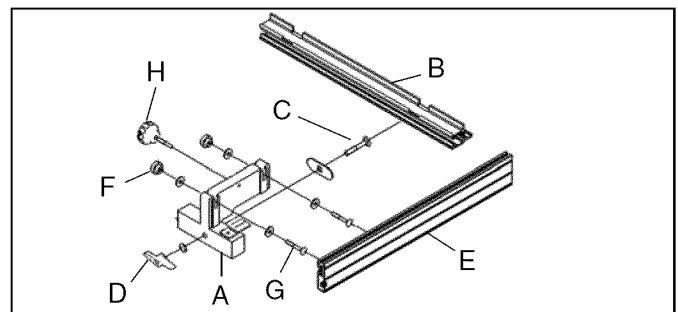

Figura 9 – Diagrama del Reborde para Aserrar a lo Largo
- Para ensamblar el reborde para aserrar a lo largo, instale el portador del reborde (A) en el riel de guía (B) usando el perno de carruaje M8x50 (C) y la tuerca de mariposa (D).
- Instale el reborde (E) en el portador del reborde con las dos tuercas moleteadas (F) y los dos pernos de carruaje M6x40 (G) y use la manilla de ajuste del reborde (H) para ajustarlo para fijarlo en posición (véase la Figura 9).